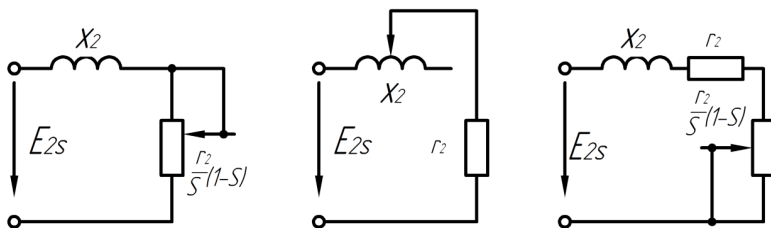

Рис. 6
1. Укажите на рис. 6 из трех представленных схем ту, электрические процессы в которой (характер изменения тока, индуктивного сопротивления) идентичны процессам во вращающемся роторе асинхронной машины.